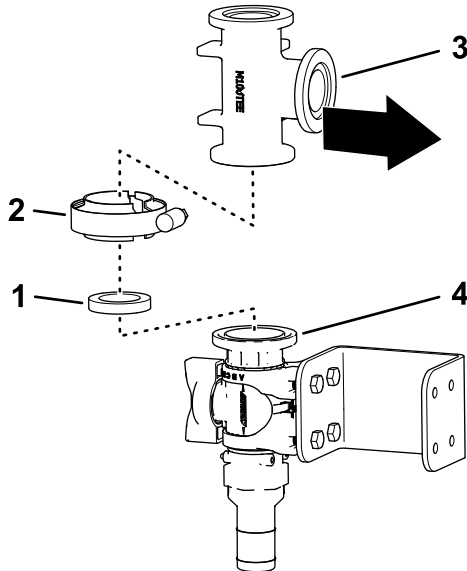
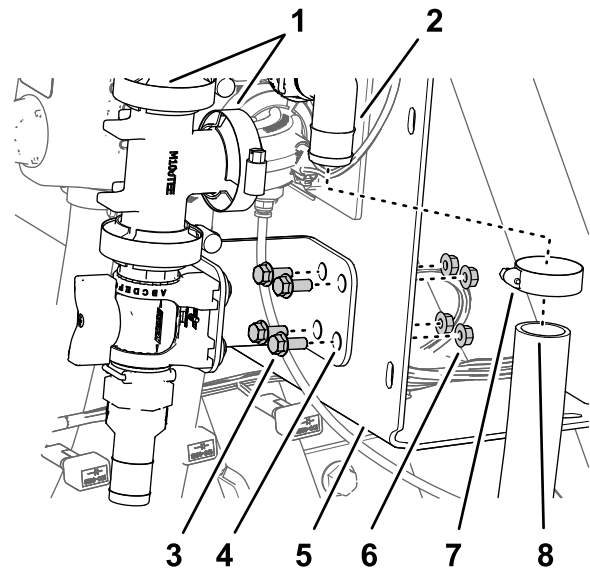

Bild 42
Bild 45
6. Fluchten Sie den Flansch des T-Anschlussstücks mit dem Flansch des Regelventils aus, wie in Bild 42 abgebildet.
7. Befestigen Sie das T-Anschlussstück mit einer Dichtung und Flanschklemme lose am Regelventil (Bild 42).
Verteilerbefestigung (**Bild 45**); ziehen Sie die Schrauben mit 10–12 N·m an.
3. Ziehen Sie die Flanschklemme, mit der das Regelventil und das T-Anschlussstück (**Bild 42**) befestigt sind, und die Flanschklemme, mit der das T-Anschlussstück am 90°-Anschlussstück befestigt ist, mit der Hand an (**Bild 45**).